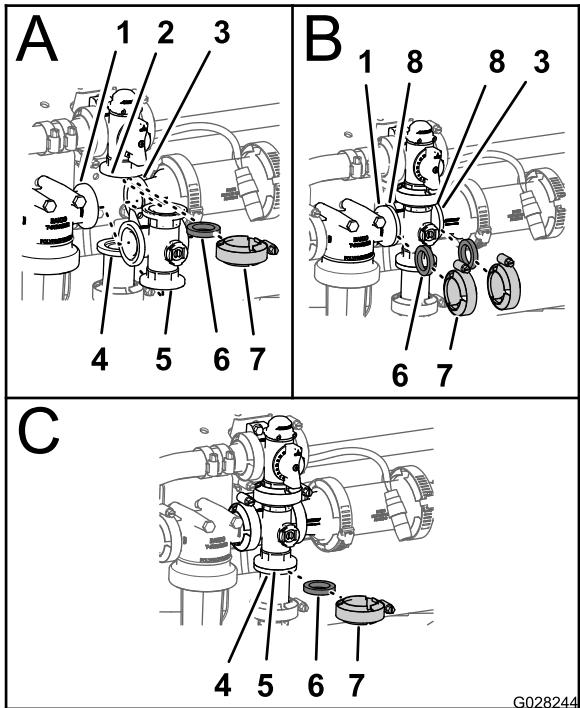

Bild 143
- Fluchten Sie den Flansch des Rührwerksicherheitsventils, eine Dichtung und den Flansch des Endkappen-Anschlussstücks des Rührwerkventilverteilers aus (Bild 143).
- Montieren Sie das Rührwerksicherheitsventil, die Dichtung und den Rührwerkventilverteiler mit einer Klemme und ziehen sie mit der Hand an (Bild 143).
- Fluchten Sie eine Dichtung zwischen den Flanschen des Druckfilterkopfes und dem Rührwerkventilverteiler aus (Bild 143).
- Befestigen Sie den Druckfilterkopf, die Dichtung und den Rührwerkventilverteiler mit einer Klemme und ziehen sie mit der Hand an (Bild 143).
- Fluchten Sie eine Dichtung zwischen den Flanschen des Rührwerkventilverteilers und der Reduzierkupplung aus (Bild 143).
- Befestigen Sie den Rührwerkventilverteiler, die Dichtung und die Reduzierkupplung mit einer Klemme und ziehen sie mit der Hand an (Bild 143).
- Fluchten Sie eine Dichtung zwischen den Flanschen des Rührwerkventilverteilers und dem Adapteranschlussstück für das Rührwerktdrosselventil aus (Bild 143).
- Befestigen Sie den Rührwerkventilverteiler, die Dichtung und das Adapteranschlussstück mit einer Klemme und ziehen sie mit der Hand an (Bild 143).